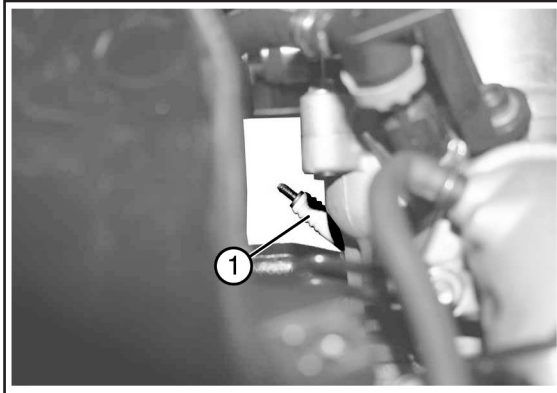

Fig. 01
- Mediante chiave a tubo svitare la candela «1 - Fig. 01».